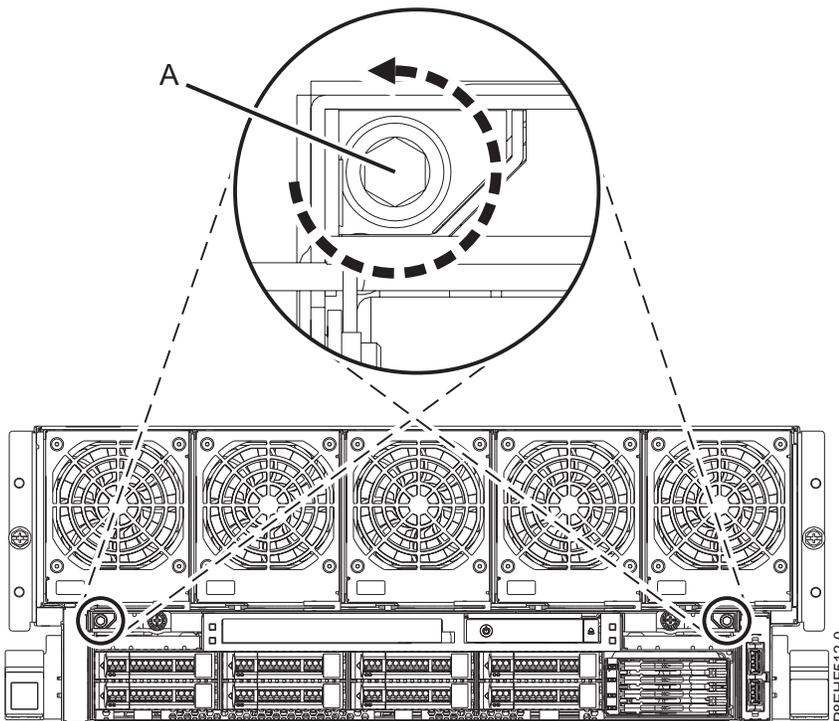

Figura 2. Soltando os parafusos de envio
2. Solte, mas não remova os parafusos de envio com reentrância (A) no conjunto RAID usando uma chave sextavada de 4 mm, conforme mostrado em Figura 2.